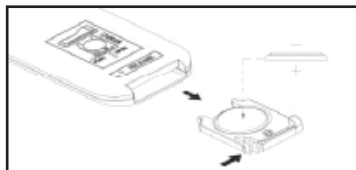

Рис. 5
- Нажмите на фиксатор и выньте держатель элемента питания (26) из корпуса пульта дистанционного управления (21), установите элемент питания CR2025 (не входит в комплект поставки), строго соблюдая полярность (рис. 5).
- Установите держатель элемента питания (26) в пульт дистанционного управления (21).